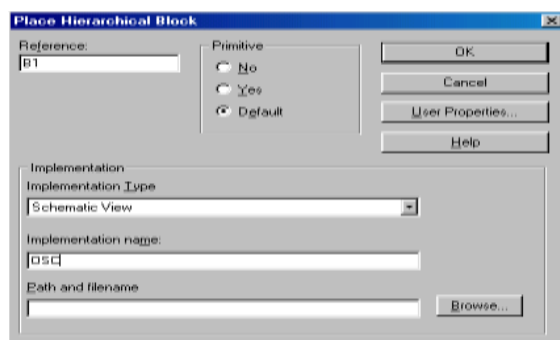
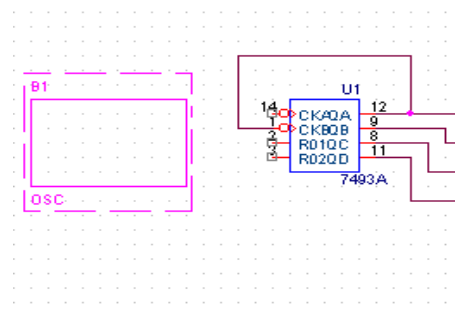

Рис.1.14. Діалогове вікно ієрархічного блоку
Рис.1.15. Вставлений ієрархічний блок
**Place>Hierarchical Block** або натисканням на кнопку панелі інструментів. На рис.1.14 представлено діалогове вікно цієї команди, що має наступні панелі:
Введіть значення полів діалогу як показано на рис.1.14, натисніть кнопку **OK**.
символу ієрархічного блоку (рис.1.15). В результаті виконання команди **Place>Hierarchical Block** автоматично створюється папка з зазначеним ім'ям (див. рядки **Implementation name, Path and filename** на рис.1.14). У цю папку необхідно помістити опис ієрархічного блоку у вигляді його схеми заміщення (якщо обрано тип блоку **Schematic View**) або текстового опису його моделі.